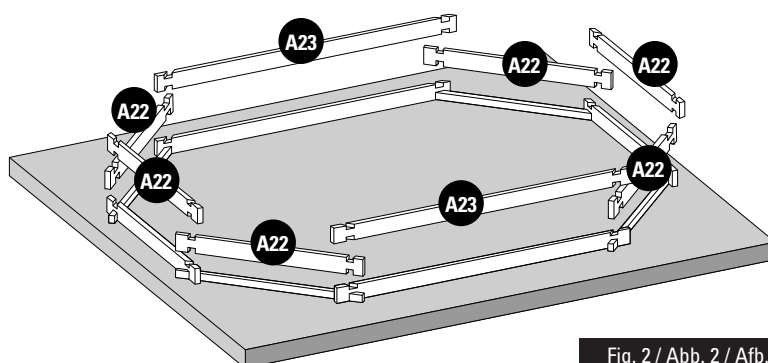

Fig. 2 / Abb. 2 / Afb. 2
**EN** **2nd LAYER OF BOARDS:** • Install the second layer of boards as shown in figure 2. • There is a wooden wedge in the structure packet to correctly assemble the boards. • Never directly hit against the boards. You would damage the pegs and would weaken the structure. Do not hit them with anything metallic. This would inevitably damage the wood. • Try to correctly assemble the boards right from the start. There should not be any space between each layer of boards to avoid maladjustment of the higher boards.
**FR** **2ÈME RANGÉE DE MADRIERS :** • Positionnez les madriers de la deuxième rangée conformément à la figure 2. • De manière à enfoncer correctement les madriers, une cale en bois est à votre disposition dans le colis de structure. • Ne pas taper directement sur les madriers. Cela abîmerait les languettes et nuirait à la solidité de la structure. • Ne pas frapper avec une pièce métallique. Cela détériorerait le madrier irrémédiablement. • Veillez à enfoncer bien à fond les madriers dès le départ. Il ne doit pas y avoir d'espace entre chaque rangée pour éviter un décalage au niveau des madriers supérieurs.
**DE** **2. BRETTERREIHE:** • Platzieren Sie die Bretter der zweiten Reihe laut Abb. 2. • Um die Bretter richtig anbringen zu können, finden Sie einen Holzkeil im Paket des Tragwerks. • Nicht direkt auf die Bretter klopfen. Das würde die Zapfen und die Festigkeit des Tragwerks beschädigen. • Nicht mit einem Metallteil darauf klopfen. Es würde das Holz unabänderlich beschädigen. • Versuchen Sie, die Bretter von Anfang an tiefgehend ineinander zu fügen. Zwischen den Reihen darf kein Platz sein, um eine Fehlanpassung der oberen Bretter zu vermeiden.
**NL** **2ª RIJ PLANKEN:** • Plaats de planken van de tweede rij zoals aangegeven op afbeelding 2. • Om de planken correct te assembleren, zit er een houten wig in het pakket van het frame. • Sla niet direct op de planken. Daardoor gaan het profiel kapot en wordt de stevigheid van het frame ondermijnd. • Sla er niet direct op met metaal. Hierdoor raakt het hout onherstelbaar beschadigd. • Zorg ervoor dat de planken vanaf het begin stevig op elkaar aansluiten. Er mag geen ruimte tussen de rijen overblijven, om te voorkomen dat de bovenste houtdelen onregelmatig uitkomen.